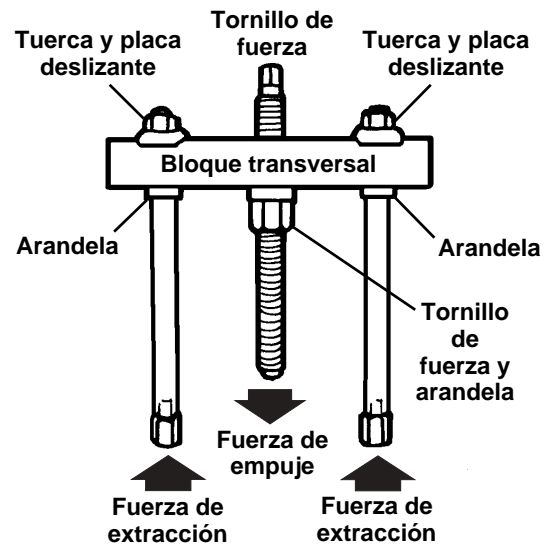

Figura 1
- Inserte el tornillo de fuerza en el bloque transversal con la tuerca de fuerza y la arandela ensamblados por debajo del bloque transversal. Ver Figura 1.
- Deslice el ensamble de una pata en cada extremo del bloque transversal con las placas deslizantes y las tuercas ensambladas por arriba del bloque transversal y las arandelas ensambladas por debajo del bloque transversal. Ver Figura 1.